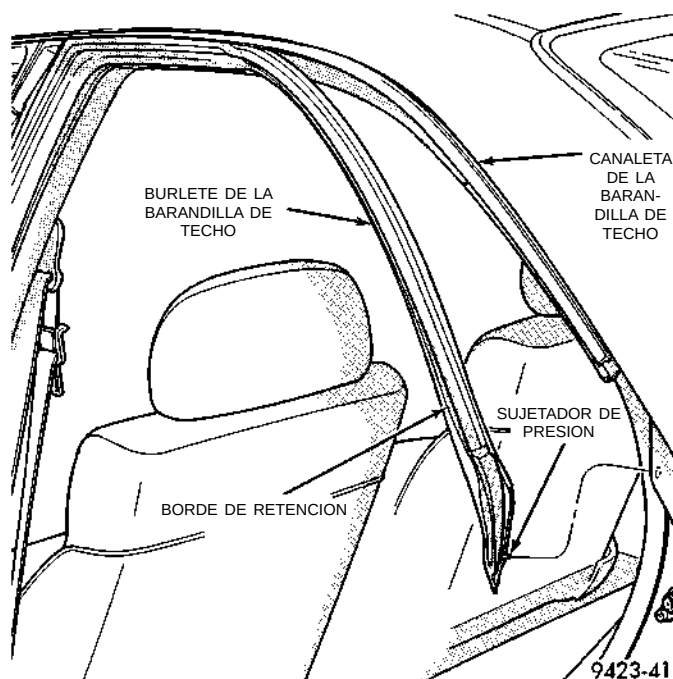

Fig. 41 Burlete de la barandilla de techo
- (2) Retire los sujetadores de presión que fijan la parte inferior del burlete de la barandilla de techo al parante B.
- (3) Retire el sujetador de presión que fija el extremo posterior del burlete al cuarto trasero.
- (4) Retire los sujetadores de presión que fijan el burlete al parante de bisagra de la puerta delantera.
- (5) Extraiga el burlete de la canaleta de retención, debajo del protector contra la lluvia (Fig. 41).
- (6) Extraiga el burlete de las canaletas del parante B.
- (7) Separe del vehículo el burlete de la barandilla de techo.